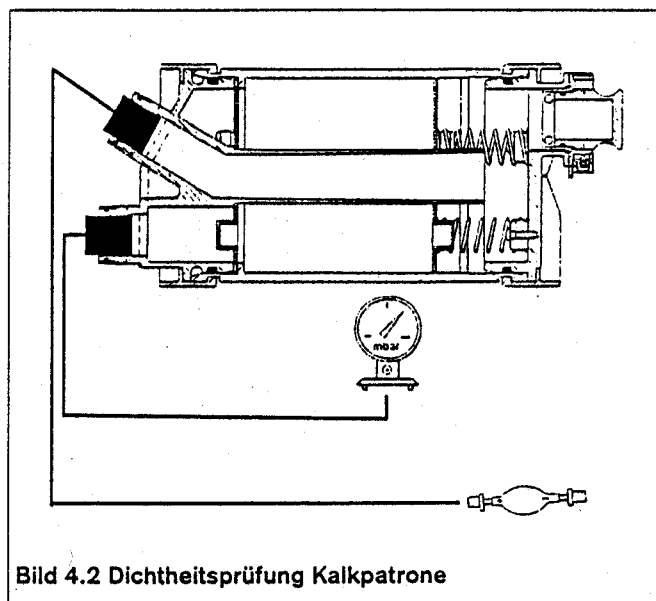

Bild 4.2 Dichtheitsprüfung Kalkpatrone
- Prüfaufbau gemäß Bild 4.2 erstellen.